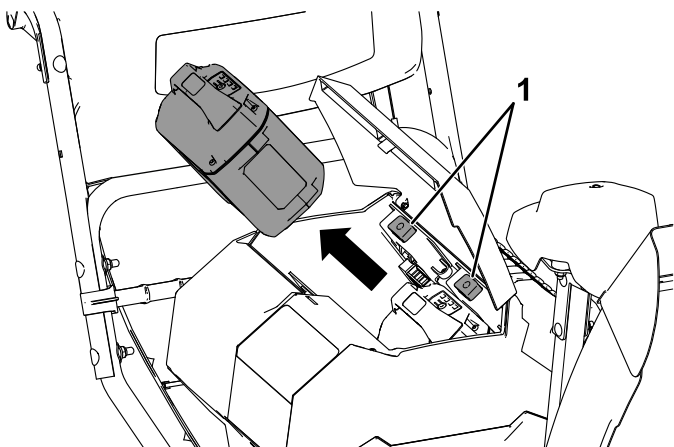

Bild 26
2. Drücken Sie die Verriegelung des Akkupacks, um den Akkupack zu lösen und zu entfernen (Bild 26).